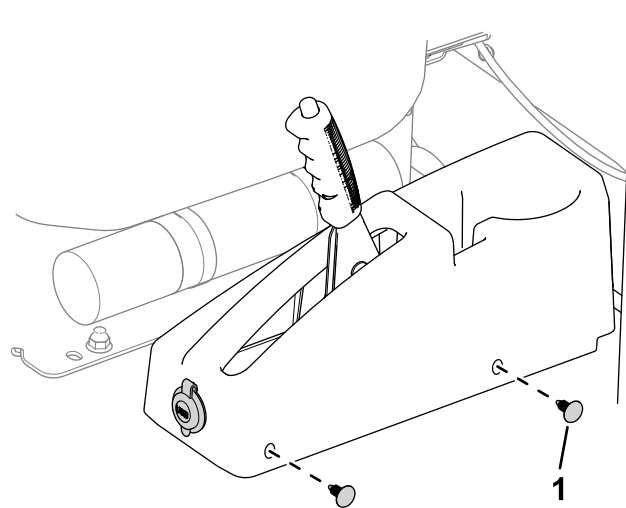

Figura 4
1. Enchufe (4)
7. Utilice los 4 enchufes para fijar la cubierta del freno de estacionamiento a la máquina (Figura 4).